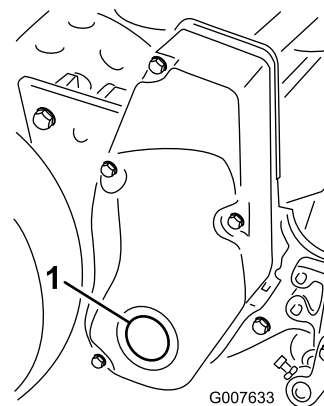

Figura 50
1. Staccare il tappo dal carter del comando del cilindro destro (Figura 50).